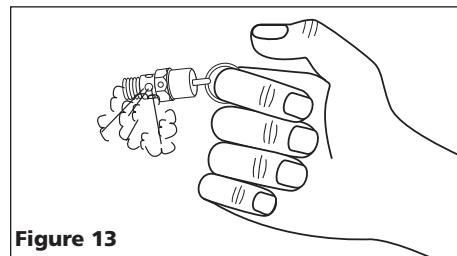

Figure 13
b. Porter des lunettes de sécurité, tirer l'anneau sur la soupape de sûreté pour dégager la pression du réservoir du compresseur. Il faut se protéger de l'air se déplaçant rapidement et pouvant être dégagé, ne permettez pas à l'air se déplaçant rapidement d'être dirigé vers votre visage (voir la Figure 13).